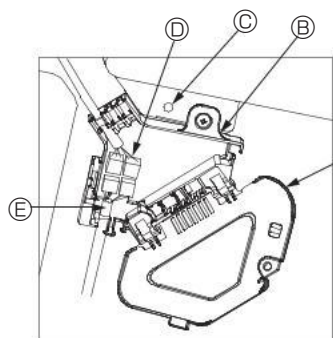

Fig. 10-8
- 2 Collegare in modo sicuro il connettore del cavo di giunzione del motore dei deflettori e il connettore del cavo del motore dei deflettori del pannello nella scatola dei connettori. (Fig. 10-8)